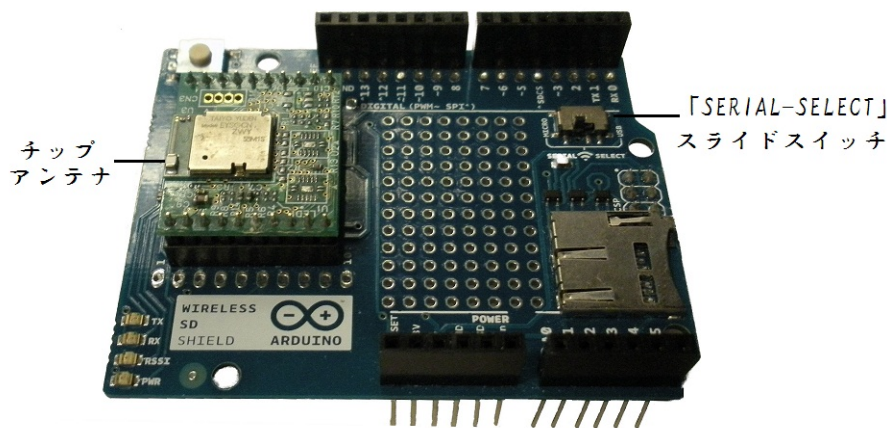

図 2-9 BLE モジュールをワイヤレスシールドに差し込み
- 3.USB-UART 変換ケーブル USB 端を PC の USB ソケットに挿入してください。それから、PC のデバイスマネージャーを開いて、変換ケーブル USB ポートの接続状態を確認してください。変換ケーブルの USB ポートは正しく認識される場合、そのポート番号をメモしてください。図 2-9 の場合、マイコンボードの通信ポートは COM11 となります。